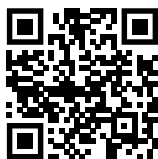

Fig. 141
- ▶ Öffnen sie das Liebherr SmartMonitoring Dashboard. (siehe Fig. 141)